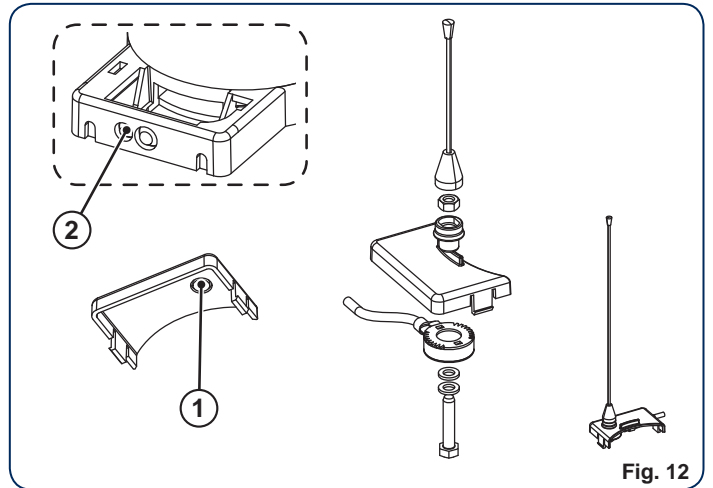

Fig. 12
- Aprire i fori prefatturati, Ø9 (Fig. 12 rif. ① ②).
- Montare l'antenna e gli accessori a corredo (Fig. 12).